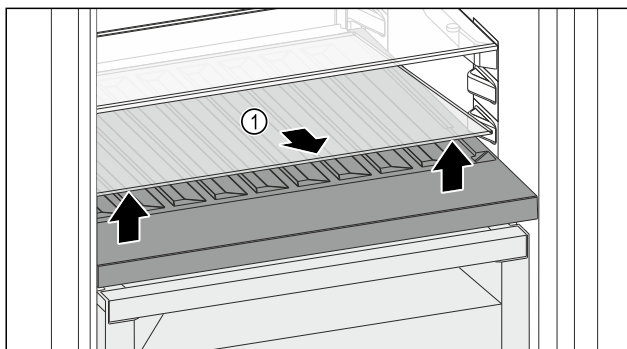

Fig. 113
- ▶ Glasplatte Fig. 113 (1) an der Aussparung vorne anheben und herausnehmen.
- ▶ Glasplatte Fig. 113 (1) außerhalb des Geräts sicher aufbewahren.